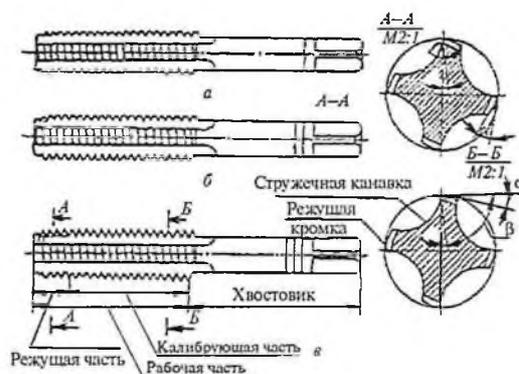

Рисунок 8.1. Процесс нарезания резьбы
1. Подготовить заготовку к нарезанию резьбы (рисунок 8.1):